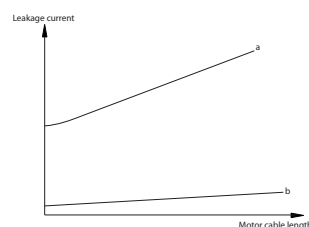

Bild 3.28 Kabellängdens och effektstorleken inverkan på läckström.
- frekvensomformareffekt (se Bild 3.28)